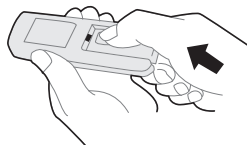

Fig.2
- Skub batteridækslet tilbage som vist på Fig. 2.